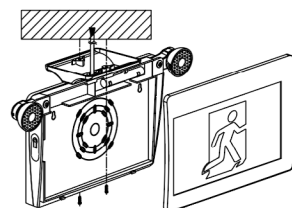

Fig. 10
- Fixer le pavillon à la plaque de montage de la boîte de jonction (Fig. 10).